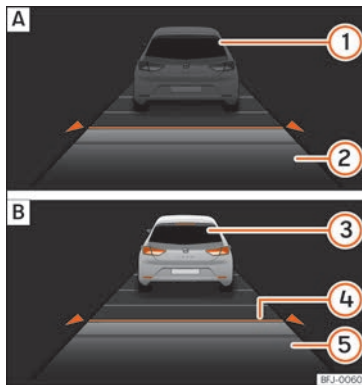
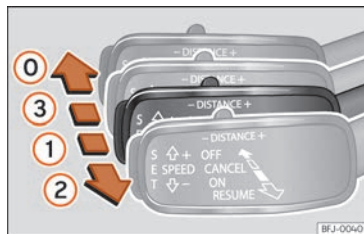
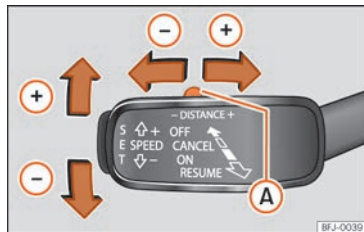

Abb. 263 Im Display des Kombiinstrument: [A] ACC inaktiv (Standby). [B] ACC aktiv.
Abb. 265 Auf der linken Seite der Lenksäule: dritter Hebel für die Betätigung der automatischen Distanzregelung.
Abb. 266 Auf der linken Seite der Lenksäule: dritter Hebel für die Betätigung der automatischen Distanzregelung.
Bildschirmanzeigen »» **Abb. 263:**
Schalttafel die grüne Kontrollleuchte ein (☺) und auf dem Bildschirm werden die programmierte Geschwindigkeit und der Zustand der ACC angezeigt »» **Abb. 263.**
schwindigkeit des Fahrzeugs einstellen und die ACC aktivieren. Drücken Sie dazu auf die Taste **SET** »» **Abb. 266.** Falls Sie die Geschwindigkeit in Schritten von 1 km/h (0,6 mph) erhöhen oder reduzieren möchten, bewegen Sie den Hebel in die Position ② »» **Abb. 265** bzw. drücken Sie die Taste **SET**.
Die programmierte Geschwindigkeit kann je nach Wunsch während der Fahrt oder bei Fahrzeugstillstand geändert werden. Jegliche Änderungen der programmierten Geschwindigkeit werden unten links am Bildschirm des Kombiinstruments angezeigt »» **Abb. 263.**
Um das Abstands-niveau zu erhöhen oder zu reduzieren, drücken Sie den Wippschalter nach rechts/links »» **Abb. 266 (A).**
- Um die ACC zu aktivieren, müssen Sie, wenn sich der Hebel in Position ① befindet, die Taste **SET** drücken oder den dritten Hebel der ACC in die Position ② bringen »» **Abb. 265.** In diesem Moment wechselt die ACC-Anzeige am Bildschirm des Kombiinstruments in den Modus **Aktiv** »» **Abb. 263.**
Um die ACC zu deaktivieren, bewegen Sie den Hebel in die Position ① »» **Abb. 265** (eingearbeitet). In diesem Moment erscheint der Text **ACC deaktiviert** und die Funktion ist vollständig deaktiviert.
Falls Sie die ACC nicht ausschalten, sondern nur vorübergehend in den inaktiven Modus (Standby) versetzen möchten, bewegen Sie den dritten Hebel in die Position ③ »» **Abb. 265** oder betätigen Sie das Bremspedal.